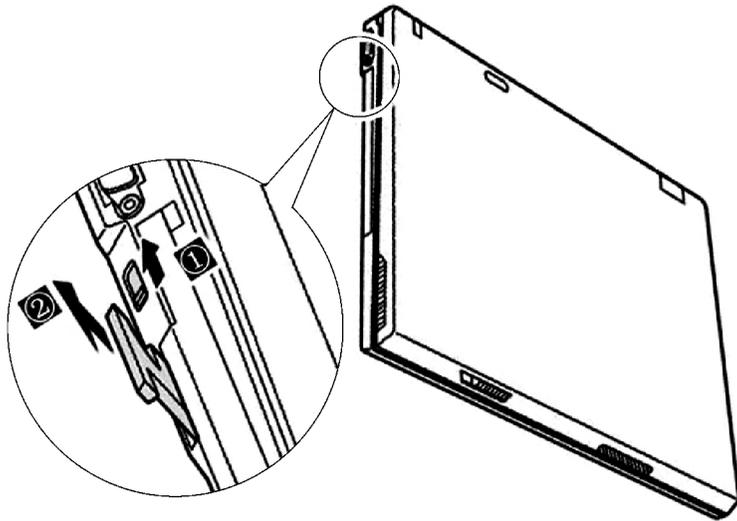

图 2-61 弹出光驱拖钩
- 1) 首先将锁定的卡子向箭头“①”所示方向拨动，光驱拉杆即会向箭头“②”所示方向弹出，再将拉杆轻轻向外拉，就可以拉动光盘驱动器，如图 2-61 所示。